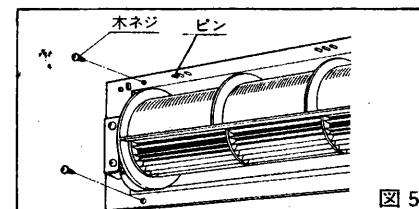

図5
- 本体を付属の木ネジで木枠に直接取付けてください。（図5）
- 電源コードは左側からも引きだせます。この場合コードは羽根やケーシングなどの回転部に当たらぬよう本体上部についているビンに巻付けて左側へ引出し、本体出口部にてコードを保護するためにコードにビニールテープを巻いてください。（図5）